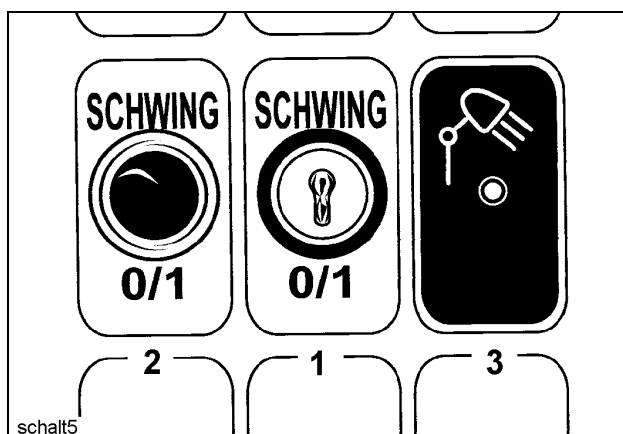

Fig. 1
- Ponga todos los conmutadores selectores con encastre en el mando directo (Fig. 1) en la posición neutra (0). Desbloquee también todos los pulsadores de parada de emergencia en la máquina.